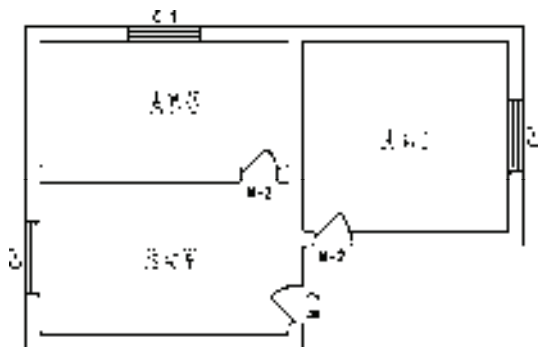

图 8-28 操作结果
3) 按〈Enter〉键可完成转角自纠操作, 结果如图 8-28 所示。